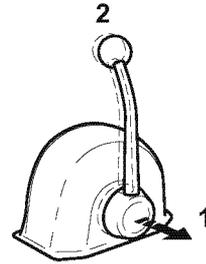

Figure 23
Quando si tira la leva (Figure 23, (1)), la velocità del motore può essere controllata senza innestare la frizione. La frizione rimane in FOLLE, in posizione senza carico. Ruotare la manopola (Figure 23, (2)) in senso antiorario per muovere la leva, o in senso orario per bloccarla.